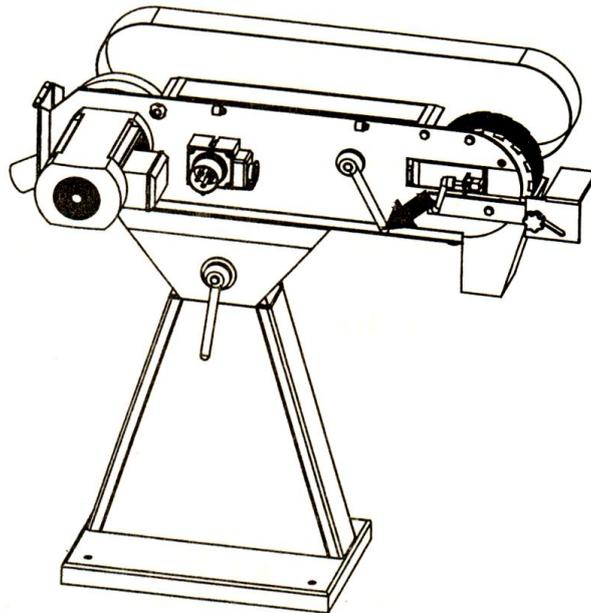

Рисунок 2
3. Демонтаж и замена наждачной бумаги. Это можно сделать, перемещая рукоятку эксцентрикового колеса, чтобы сжать ленточного станка. После демонтажа и замены наждачной бумаги ручка эксцентрикового колеса должна автоматически вернуться в исходное положение. (рис. 2)